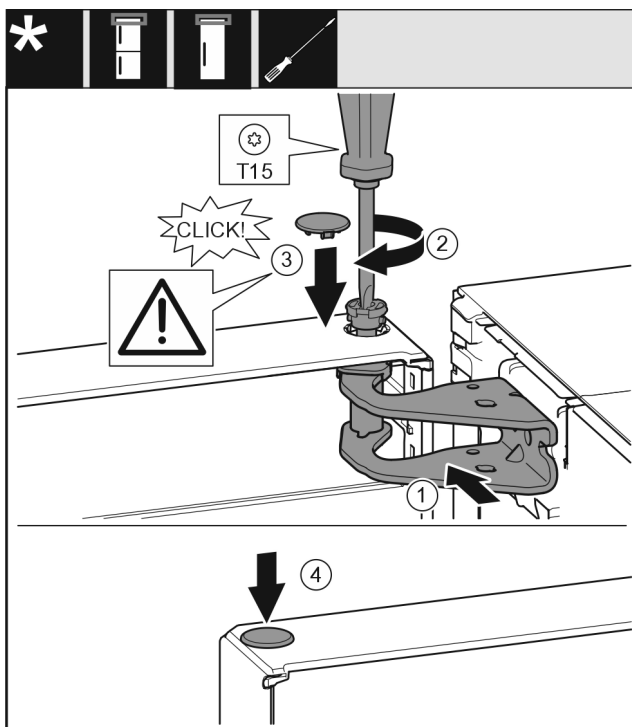

*Fig. 22*
- ▶ Griff *Fig. 22 (1)* auf der Gegenseite ansetzen.
- ▶ Schrauben *Fig. 22 (2)* mit Schraubendreher festschrauben.
- ▶ Abdeckungen *Fig. 22 (3)* seitlich ansetzen und aufschieben.